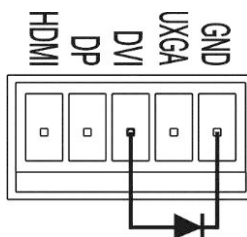

Рис. 7. Пример подсоединения светодиодного индикатора дистанционного выбора входов для входа DVI
3. Соедините контакт 3 блока съемных клемм с анодом дистанционного светодиода DVI (см. пример на рис. 7).